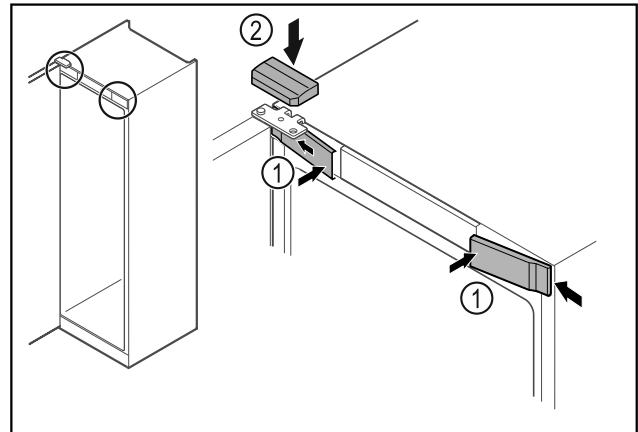

Fig. 66
- Voorste afdekkingen Fig. 66 (1) zijdelings bevestigen en vastklikken.
- Bovenste afdekking Fig. 66 (2) van boven vastklikken.